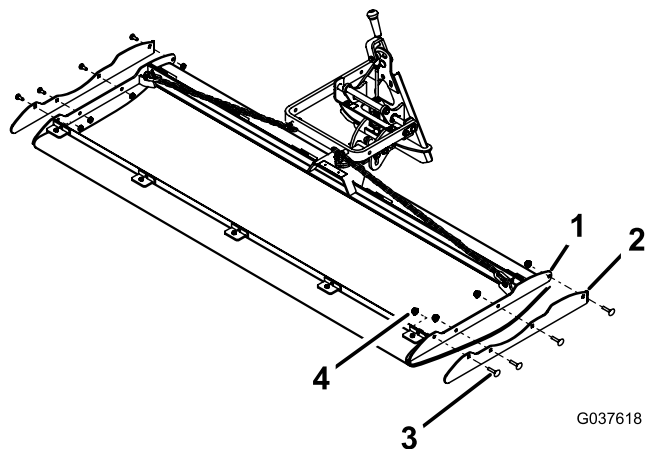

図 8
5. ゴルフ場のグリーンで使用する場合には、キャリアフレームの左右についているスキッドを取り外す 図 8。